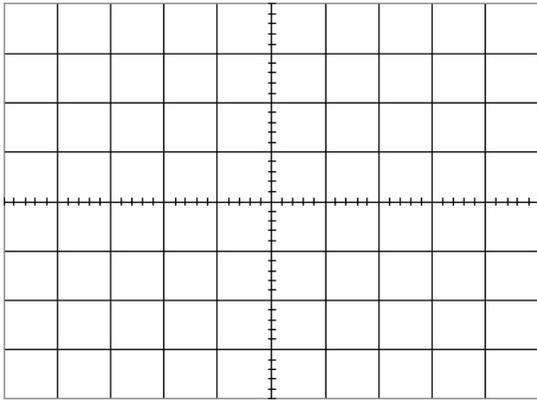

Figura 2. Terceiro passo letra c.
- Faça os ajustes necessários no osciloscópio e no gerador de funções de forma a obter uma onda senoidal com $4V_{pp}$ e $2kHz$. Desenhe a forma de onda obtida na figura 2. Anote a escala de tensão (volts por divisão) e a escala de tempo (segundos por divisão).